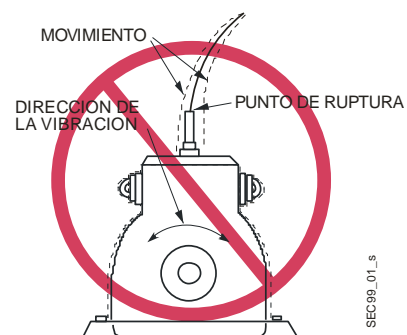

Figura 1: Instalación Incorrecta del SEC99
- Instale el capilar de tal manera que se mueva en la misma dirección como la vibración. Ver la Figura 1.